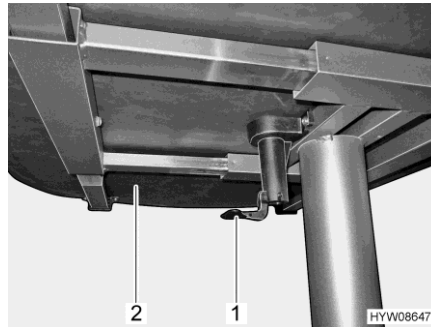

Fig. 133 Leva per spostare il piano del tavolo
- Tirare o spingere la leva (Fig. 133,1) verso il basso.
- Spingere il piano del tavolo (Fig. 133,2) nella posizione desiderata.